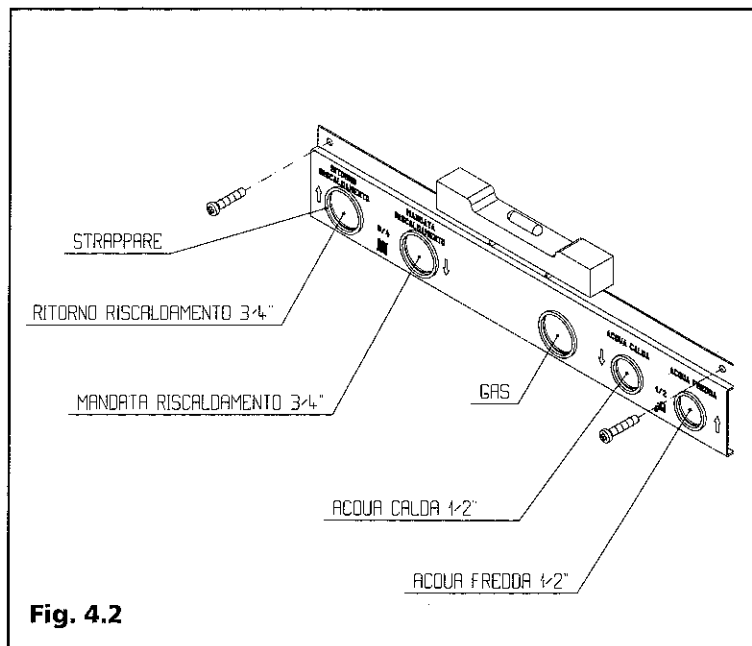

Fig. 4.2
4.3 Montaggio della piastra raccordi (Fig. 4.2 - 4.3)